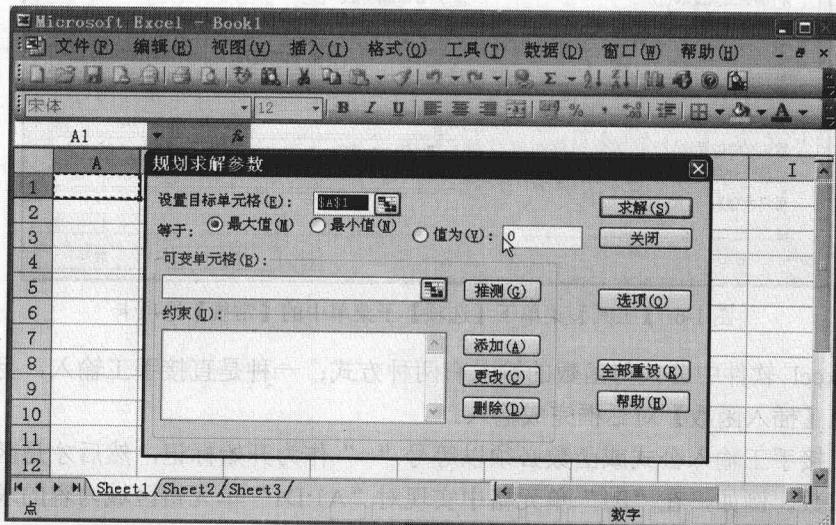

图 1-5 “规划求解参数”对话框
**步骤 5** 点击【工具】→【规划求解】，弹出【规划求解参数】对话框（见图 1-5），由此可知“规划求解”功能模块调用正常。